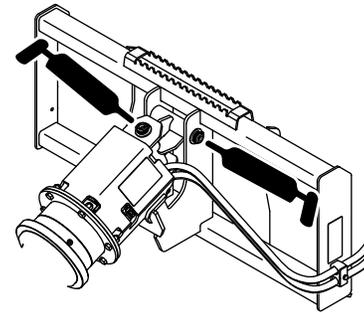

Figura 10
3. Limpie con un trapo los puntos de engrase (Figura 10).